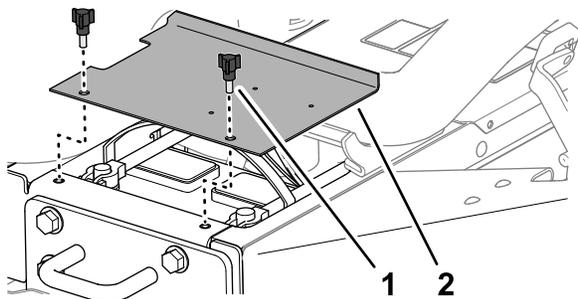

Рисунок 4
1. Отверните 2 ручки, с помощью которых крышка аккумулятора подсоединена к машине, и снимите крышку (Рисунок 4).